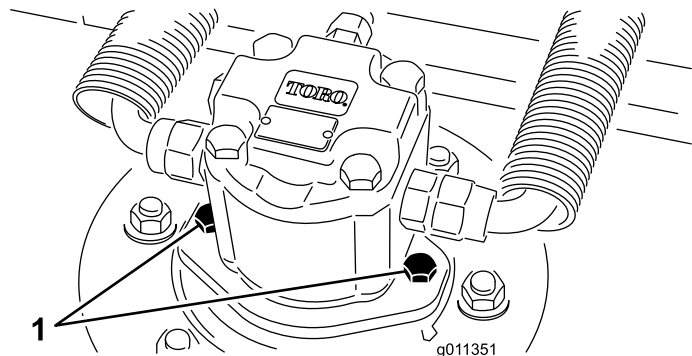

Figure 10
2. Débranchez et déposez le moteur hydraulique du plateau de coupe (Figure 10). Couvrez le dessus de l'axe pour éviter toute contamination.
- Montez le moteur hydraulique sur le plateau de coupe (**Figure 10**). Vérifiez que le joint torique est en place et en bon état.